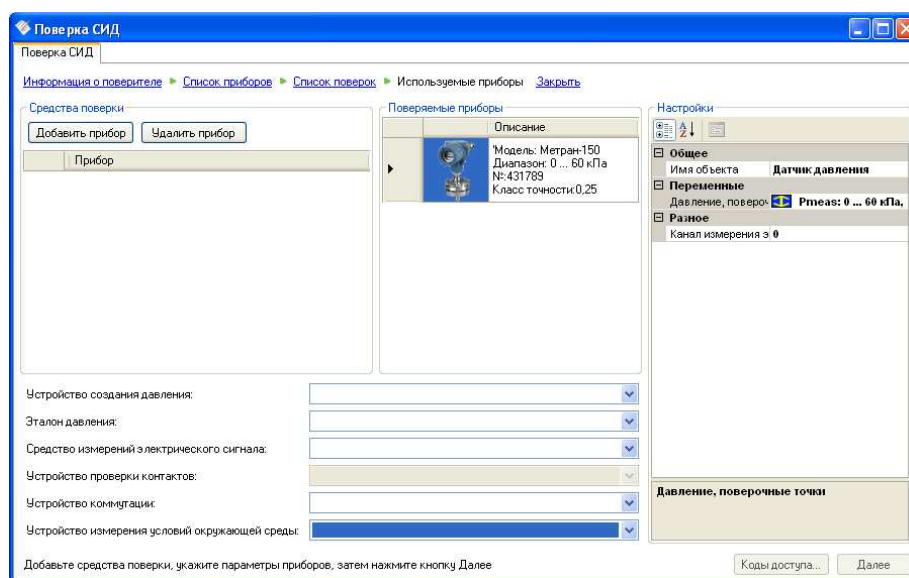

Рисунок 4.20 – Добавление средств поверки
- ввести в программу применяемые средства поверки (применяемые эталоны давления, средства задания давления, средства измерения электрического сигнала и т.д.) (см. Рисунок 4.20);
Для выбора поверяемого прибора или группы приборов из БД, имеющих одинаковый диапазон измерений давления, следует выделить необходимые списки в таблице и нажать кнопку «Далее». В открывшемся окне программы отображается информация о ранее выполненных поверках (см. Рисунок 4.16), для продолжения процесса поверки (выбора средств поверки) следует нажать кнопку «Далее» (см. Рисунок 4.20).